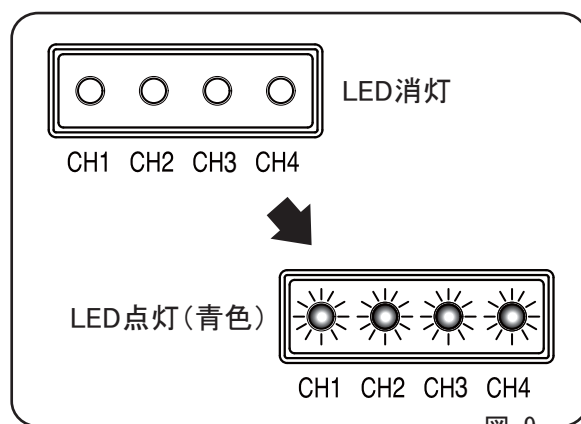

図 9
- 7 型枠内部へコンクリートを流し込むと、センサーがコンクリートに接触した時点でLEDが青色に点灯します。(図9)